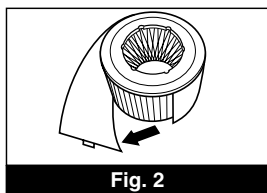

Fig. 2
Étape 5 : Repérer le joint du préfiltre et défaire délicatement l'attache pour séparer le préfiltre du filtre HEPA (Fig. 2).